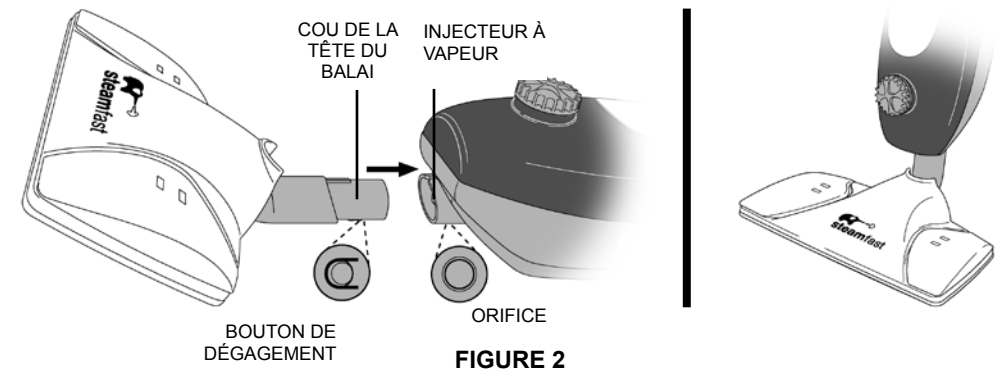

FIGURE 2
1. Alignez la tête du balai et le corps de l'appareil, comme illustré (FIGURE 2), afin d'aligner le cou et l'injecteur à vapeur.